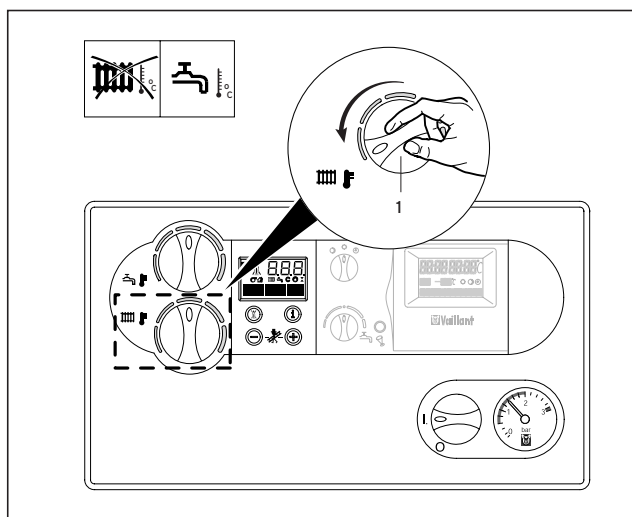

Fig. 3.13 Disinserimento del riscaldamento (funzionamento estivo)
- Ruotare la manopola (1) di regolazione della temperatura di mandata riscaldamento completamente verso sinistra (fig. 3.13).